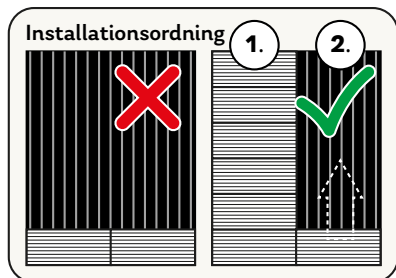

Bild 8.
- Installera nästa panel bredvid den föregående, inte i förlängning. Installera på detta sätt hela raden (se bild 8). Rom ihåg panelavstånd, så att mellanrummen mellan lamellerna hålls jämna.
- Install the next panel side by side, not as a continuation. Proceed in this way to complete the entire row (see figure 8). Remember to maintain the panel spacing to ensure that the gaps between the laths remain even.